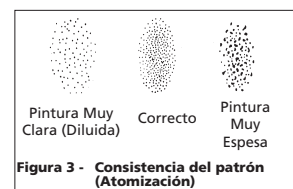

Figura 3 - Consistencia del patrón (Atomización)
- Oprima el gatillo rápidamente mientras gira la perilla de control en sentido contrario al de las agujas del reloj. Observe el patrón en la pieza de prueba y ajuste la perilla de control de fluido hasta que obtenga el patrón (atomización) deseado (Vea la Figura 3).